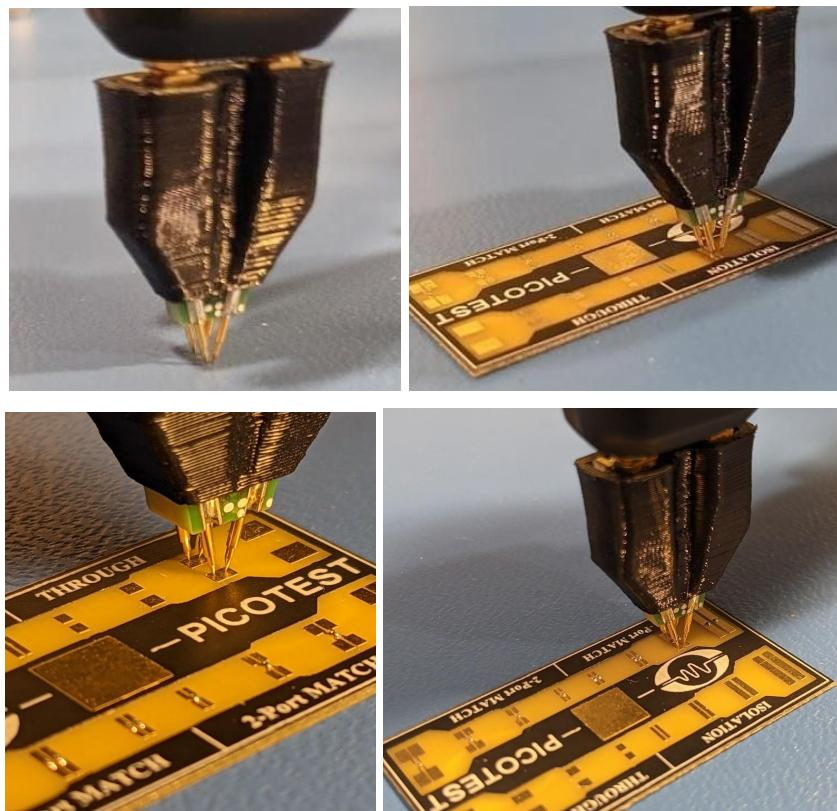
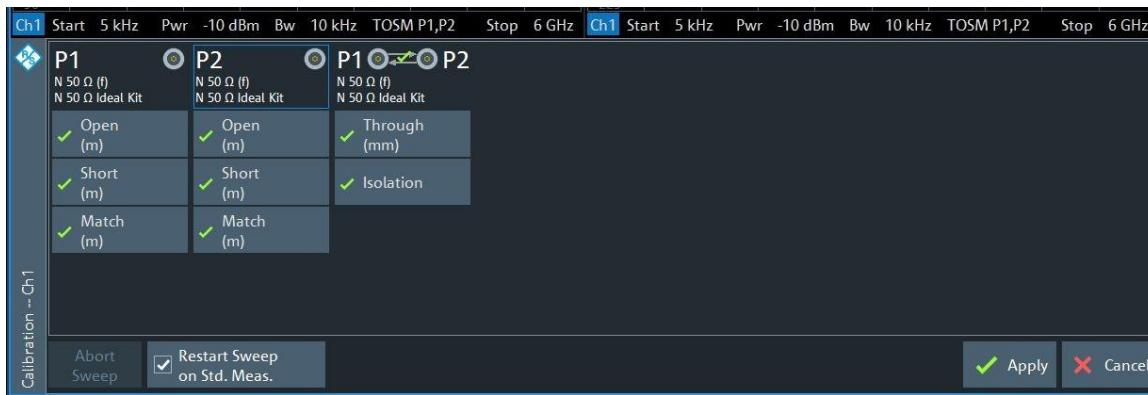

Fig. 12 - P2102A 2-port Calibration Open (top left), Short and Isolation (top right), through (bottom left) and Match/Load (bottom right) with ZNL6.
Fig. 13 - TOSM Calibration Steps Completed.
在进行任何测量之前，要确保使用正确的校准方法对配置设置进行了校准。ZNL系列VNA具有多个校准选项，如ZNL用户手册的表9-7中所示。正确的校准至关重要，因为它可以校正接触电阻，尖端电感，耦合和热电偶效应。Picotest的建议是对ZNL使用直通-开路-短路-负载（TOSM）校准方法。通过要求进行图12所示的七个标准测量，可以确保使用12项误差校正模型的高精度。本文稍后将说明其重要性的示例。此外，为了确保一致的接触电阻，最佳精度和可重复性，可以在校准和测量过程中使用探头支架。ZNL上还有其他可用的校准选项，例如“传输归一化（Trans Norm）”，它是一种直通校准方法，可以选择包括一个隔离误差校准组件。
Step 12: Repeat for all 7 calibration steps until ‘GREEN’ check marks are reflected as shown in Figure 13. Reference Figure 12 during each TOSM calibration step.